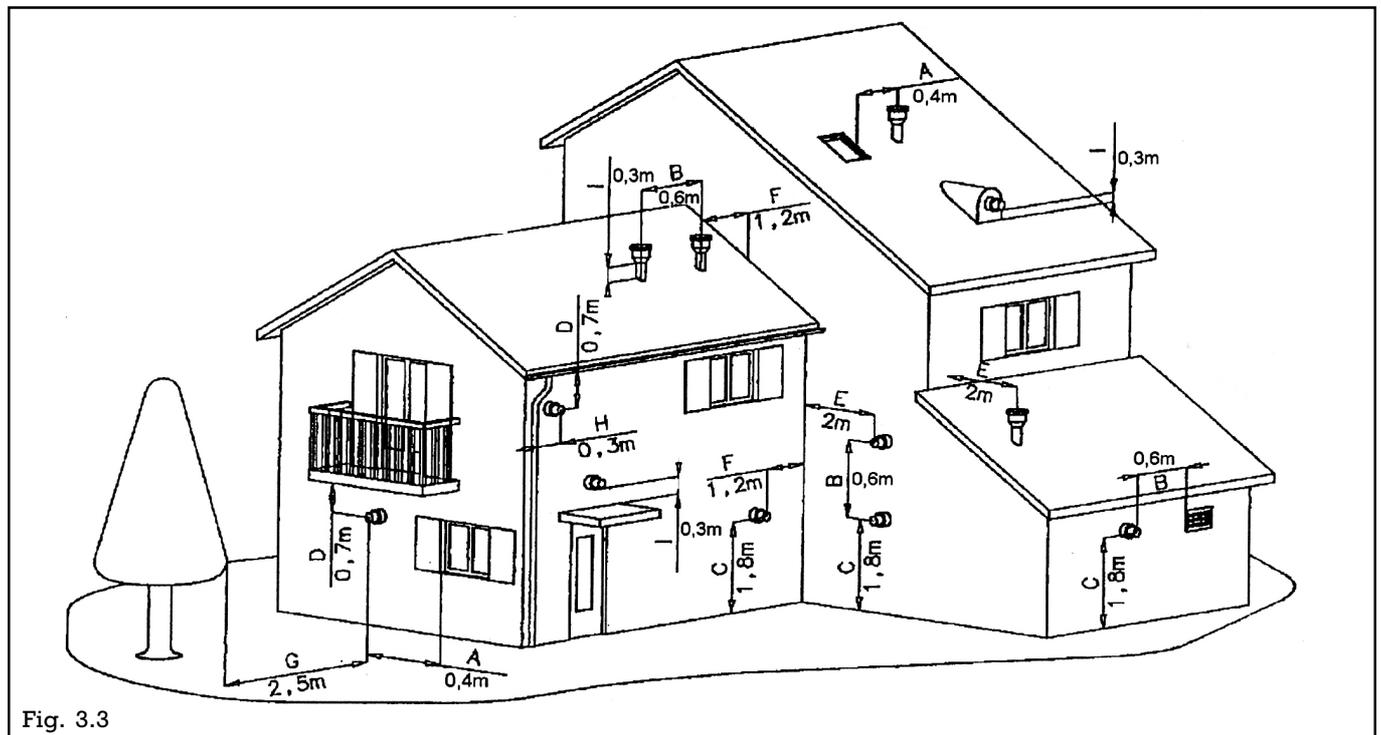

Fig. 3.3
• **REGLEMENTATION (fig. 3.3)**